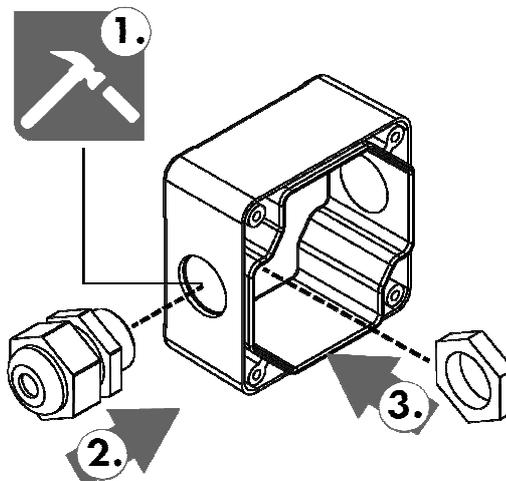

Figure 1 : Montage du presse-étoupe (attention au couple de serrage du presse-étoupe !)
- Si vous utilisez l'entrée de câble M20, retirez l'obturateur avec un outil approprié (figure 1).